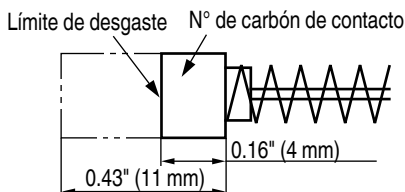

Fig. 40
4. Inspección de la escobillas (Fig. 40)